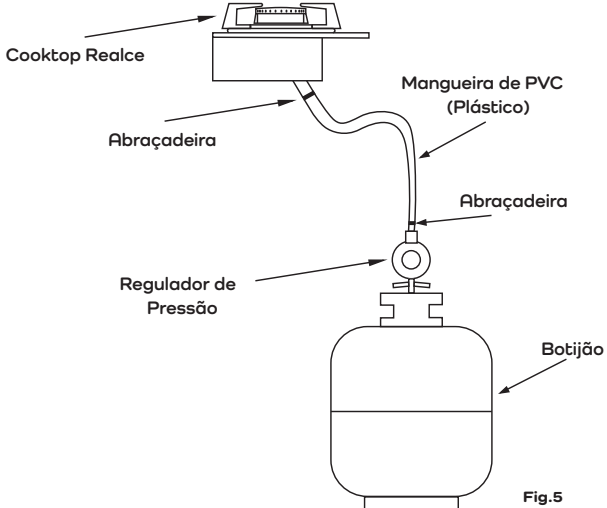

Fig.5
- Abraçadeira de metal com parafusos. (fig. 5)